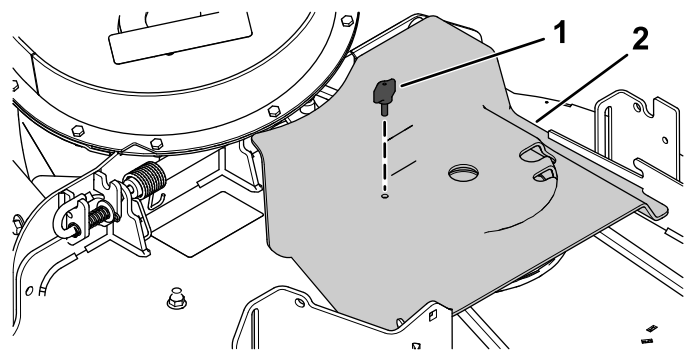

Figure 31
5. Placez le protège-courroie par dessus la courroie de ventilateur et fixez le protège-courroie avec le bouton (Figure 31).